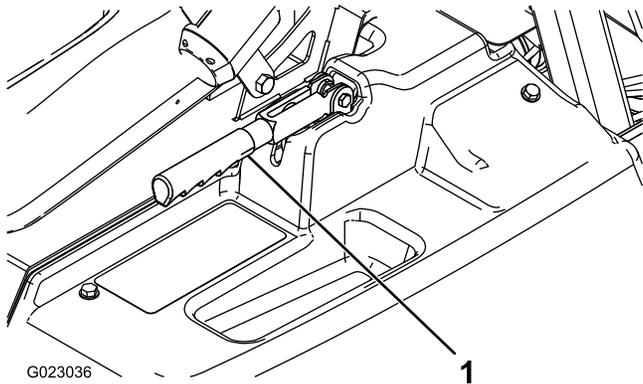

Figure 36
2. Desserrez la vis de fixation du bouton sur le levier du frein de stationnement (Figure 36).